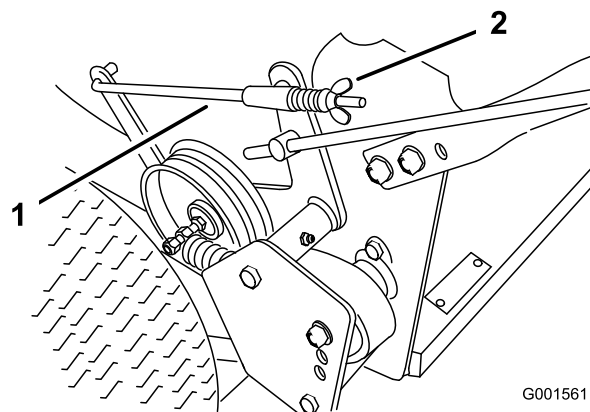

Figure 36
3. Pour régler les freins, tournez les écrous à oreilles sur les tiges de freins (Figure 36). Tournez les écrous à oreilles dans le sens horaire pour serrer les freins et dans le sens anti-horaire pour les desserrer.